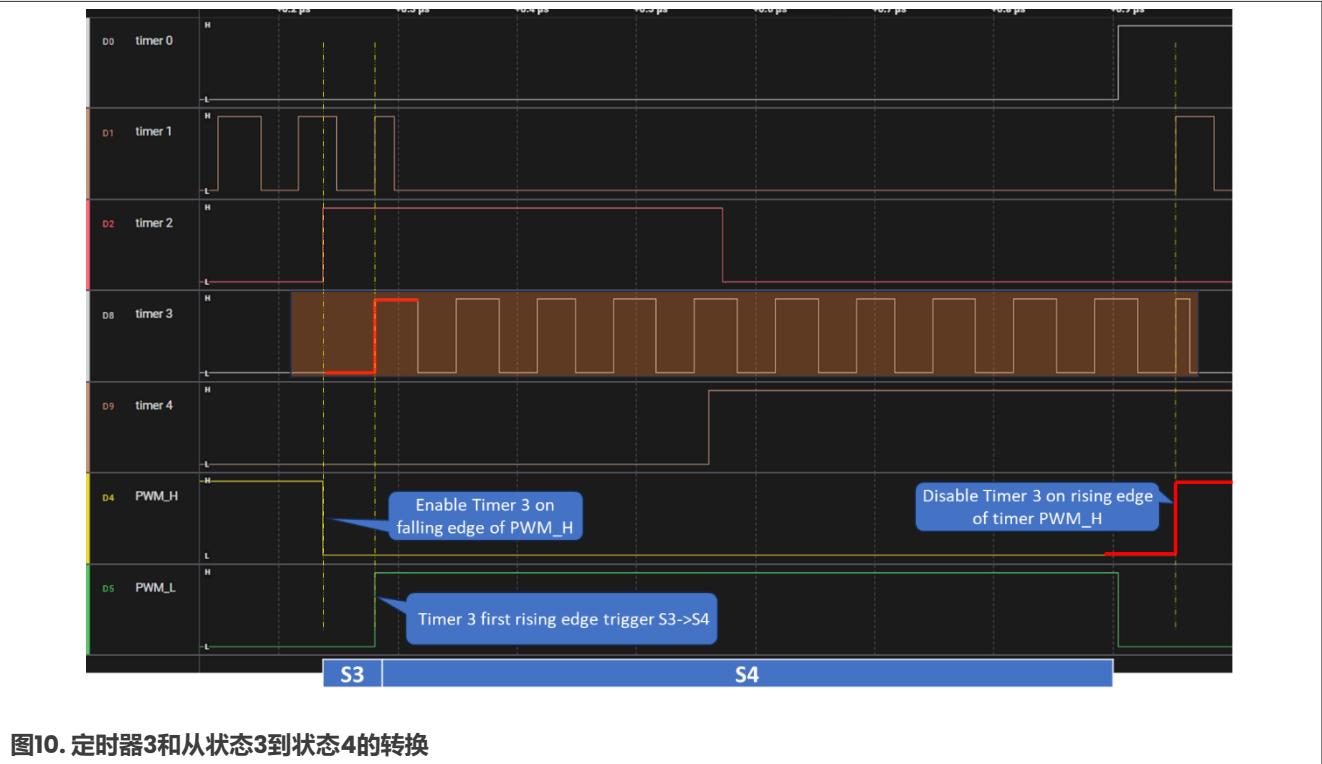

图10. 定时器3和从状态3到状态4的转换
4. 图10显示了定时器3的波形和从状态3到状态4的转换。PWM_H的下降沿启用定时器3，而上升沿禁用定时器3。定时器3的第一个上升沿触发从状态3到状态4的转换。后续上升沿不会产生影响。